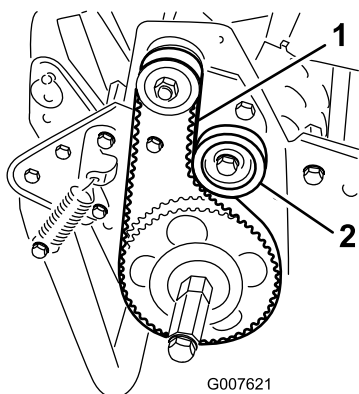

Figura 44
2. Compruebe la tensión presionando la correa en el punto intermedio entre las poleas (Figura 44) con una fuerza de 18 a 22 N.
- A. Afloje la tuerca de montaje de la polea tensora y pivote la polea tensora en sentido horario contra la parte trasera de la correa, hasta obtener la tensión deseada (Figura 44).